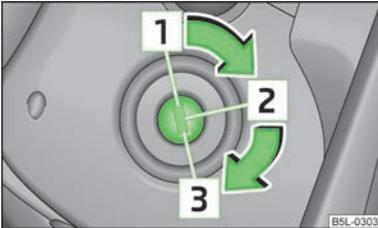

Abb. 94
- Das Kupplungspedal ganz durchtreten, die Zündung einschalten **2** » Abb. 94 und starten **3** - kein Gas geben. Das Kupplungspedal durchgetreten halten, bis der Motor anspringt.
» Abb. 94.